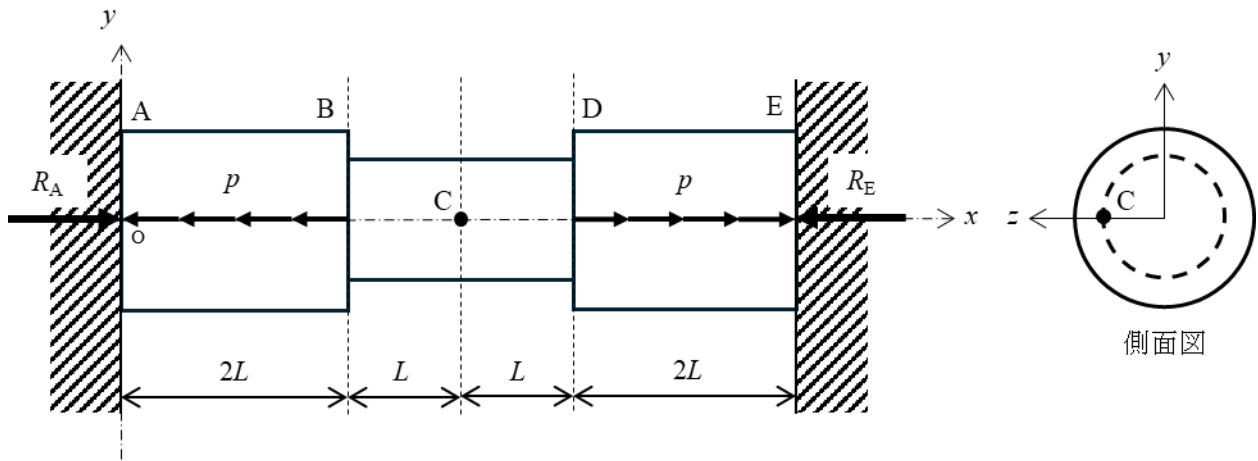

Fig. 2 両端を壁に固定された段付き丸棒
[2] 図 2 に示すように点 A, 点 E において壁に固定された段付き丸棒がある. 棒の AB 間, DE 間には分布荷重 p がそれぞれ対称に作用している. 丸棒の弾性率を E , 断面積は AB 間, DE 間では $2A$, BD 間では A として, 以下の問いに答えよ. ただし, 壁の変形は考慮しないものとする.
- (1) 図 2 の FBD を示せ. また, 点 A, 点 E における壁からの反力 R_A , R_E を用いて力のつりあい式を示せ.
- (2) R_A を用いて AB 間の変位 δ_{AB} , BC 間の変位 δ_{BC} をそれぞれ求めよ.
- (3) 対称性により AC 間の変位 $\delta_{AC} = 0$ となることを利用して, 変位の条件と力のつりあい式から R_A , R_E を求めよ.
- (4) 丸棒表面上の点 C における垂直応力 σ_x を p , L , A を用いて表せ.
- (5) 丸棒表面上の点 C におけるモールの応力円を描き, 点 C に生じる最大せん断応力 τ_{\max} を求めよ. モールの応力円には応力テンソルの座標も明記すること.